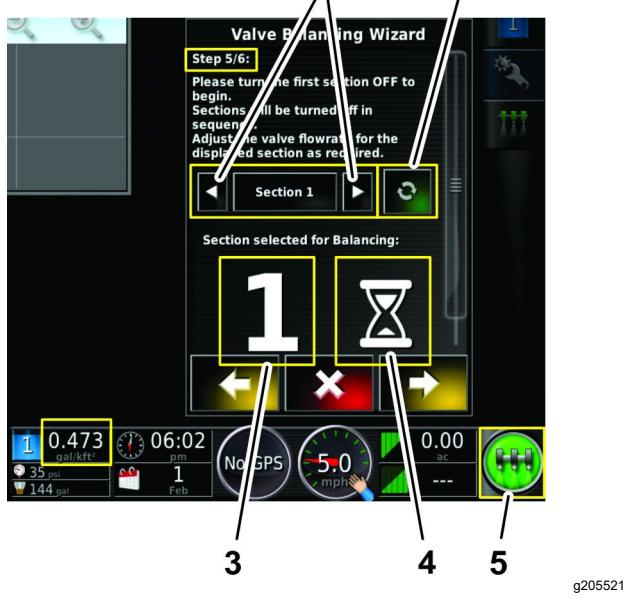

Figura 55
- Espere a que el software GeoLink procese la acción del caudal (Figura 55).